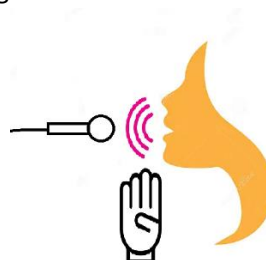

Figura 7. Sugestão de distância de Mic Dinâmico Palco-Locutor
- iii. A distância entre o microfone e a caixa agora é $d_{din} \approx 8\text{ cm}$, ou de cerca de 4 dedos da mão, como ilustrado na figura 7.